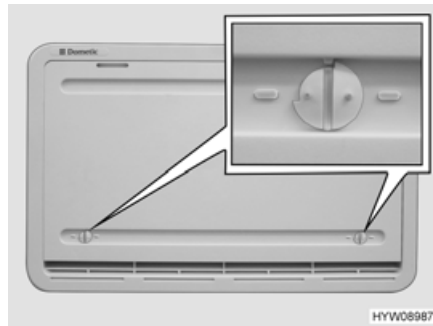

Bild 183 Vinterskydd
När kylskåpet ska vara i drift vid låga utetemperaturer, rekommenderar tillverkaren användning av ett vinterskydd (Bild 183) för kylskåpets ventilationsgaller.
- Öppna båda lås (Bild 183) (noten står horisontellt).